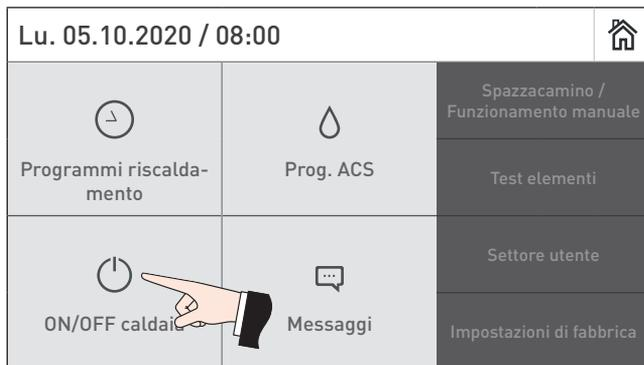

Fig. 57 Spegnerla BioWIN 2 Touch
- ▶ Spegnerla caldaia BioWIN 2 Touch con il tasto ON/OFF su InfoWIN Touch (Fig. 57 – vedere anche il manuale d'uso di InfoWIN Touch) e attendere la fine combustione (circa 20 minuti).